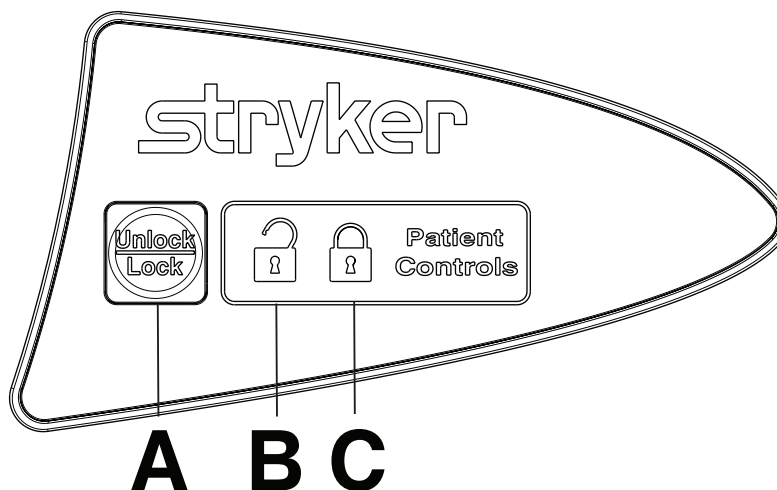

Figura 15 – Blocco del pannello di controllo Paziente
Per bloccare il pannello di controllo Paziente della sponda laterale, premere **Unlock/Lock (Sblocca/Blocca)** (A) una sola volta (Figura 15).